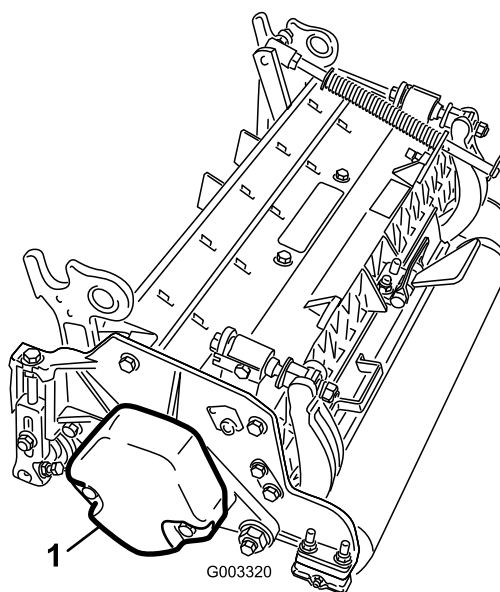

Figura 9
5. Asegúrese de que el contrapeso (Figura 9) está instalado en el extremo correcto de la unidad de corte, según lo indicado en el *Manual del operador de la unidad de corte*.